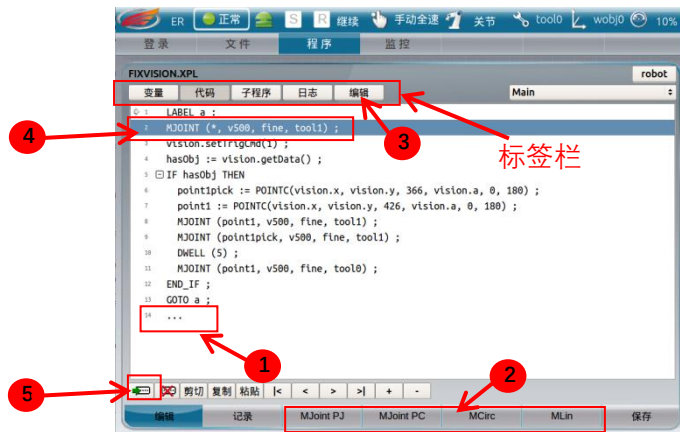

图 7
2) 在程序中的**某一行上方添加一行代码**：选中该行（图 7 中标记 4）点击新建行按钮“”，则会在该行上方新建一行“...”（与程序末尾行相同），选中新出现的行，点击标签栏“编辑”标签（图 7 中标记 3）进入指令选择页面。